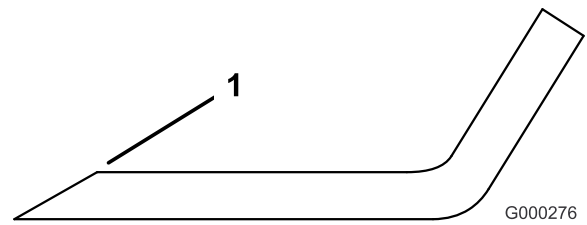

Figure 94
1. Au moyen d'une lime, aiguiser les tranchants aux deux extrémités de la lame (Figure 94). Veillez à conserver l'angle de coupe d'origine. Limez la même quantité de métal sur chacun des deux tranchants pour ne pas déséquilibrer la lame.